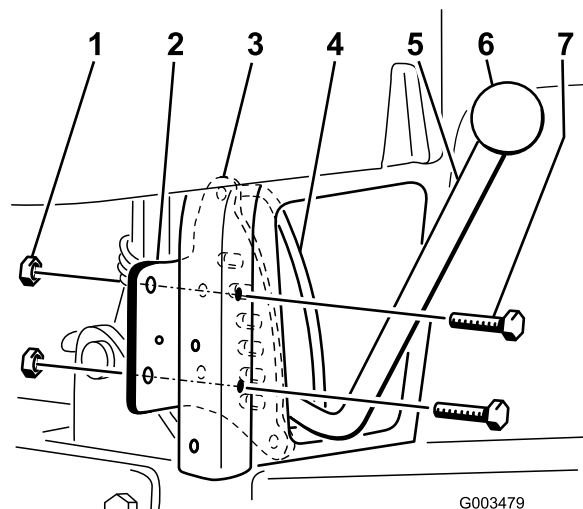

図 3
- スカリファイヤ昇降ハンドルに、戻り止めプレートを通す。戻り止めプレートとハンドル・ガイドとの間をハンドルが通ればよい (図 3)。
- 図 3 のように、ボルト ((5/16 x 2-1/2 in) 2本とロックナット ((5/16 インチ)) 2個を使って、ディテント・プレートを右後部縦フレーム・チューブの後面に取り付け
7. 昇降ハンドルにノブを取り付ける (図 3)。